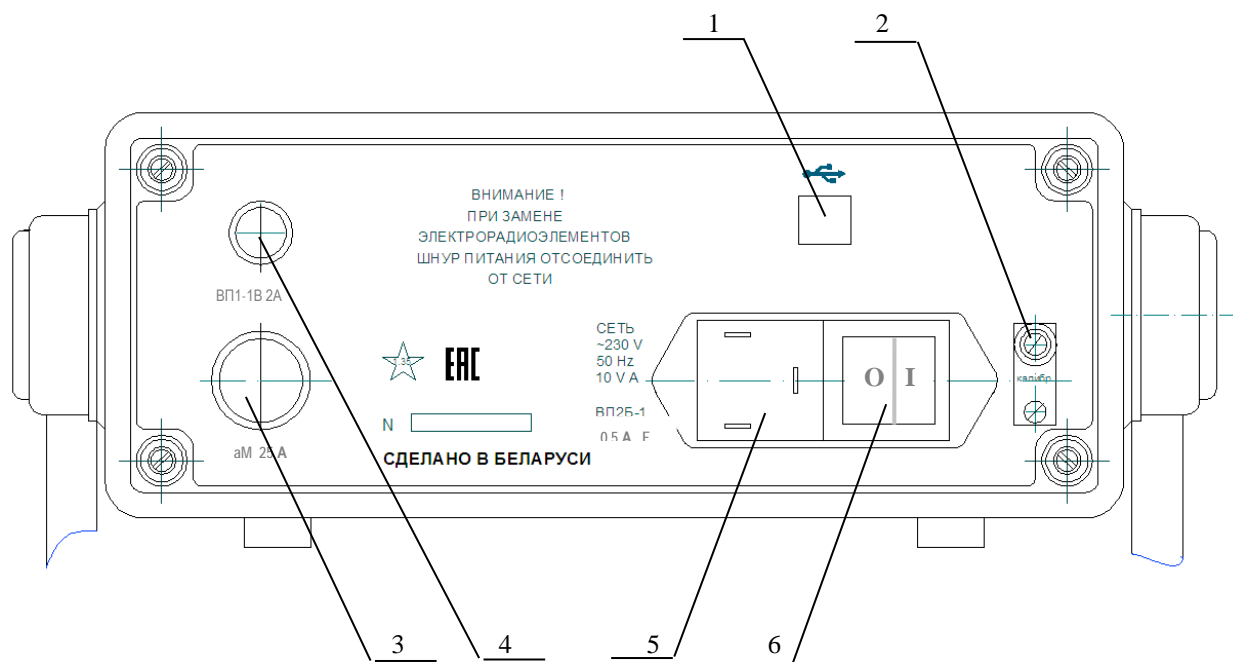

Рисунок 8 - Расположение органов подключения, находящихся на задней панели вольтметра В7-91
2.3.3. На задней панели вольтметров В7-91 (рисунок 8) и В7-91/1 (рисунок 9) расположены органы управления и подключения, маркировка которых указана в таблице 2.4.